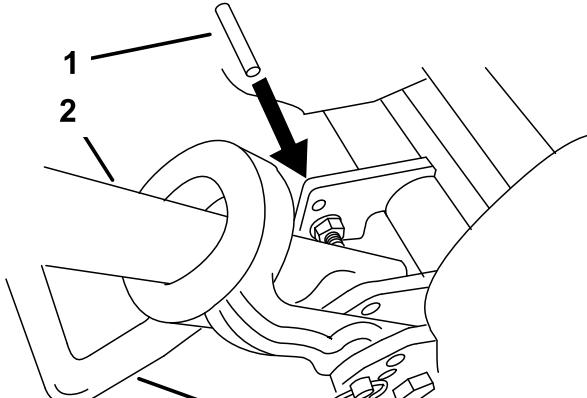

Figura 13
- Baixe o apoio. Introduza um pino com 6,4 mm de diâmetro, ou equivalente, no orifício da estrutura por cima da cavilha de montagem do apoio (Figura 13).